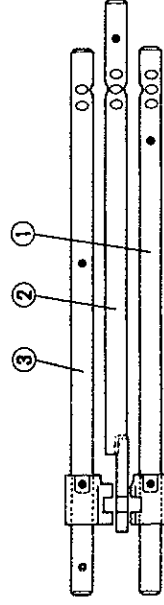
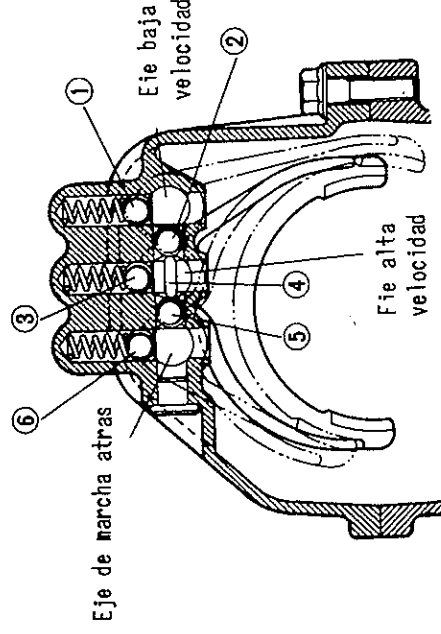

Fig. 13-58
Fig. 13-60
Anotese, que los tres ejes selectores disponen cada uno de una bola centradora y un muelle centrador, y que existen 2 bolas de enclavamiento y un embolo de enlace entre los ejes. Ver Fig. 13-60
- 1) Montar los 3 muelles centradores dentro de sus 3 alojamientos en la carcasa superior, así como también cada bola centradora (1) en Fig. 13-60, sobre su correspondiente muelle centrador
- 4) Montar bola de enclavamiento (2 en Fig. 13-60), y bola centradora (3 en Fig. 13-58) en la carcasa superior.
Una vez montado el embolo de enlace, (4 en Fig. 13-60) en el eje selector de 3°-4°, introducir el eje en la carcasa superior, según lo descrito en 2) y 3).
- 5) Montar en la carcasa superior, bola de enclavamiento ((5) en Fig. 13-60), y la bola centradora ((6) en Fig. 13-60). Luego, montar el eje selector de marcha atrás en la carcasa superior de acuerdo con la forma descrita en 2) y 3).